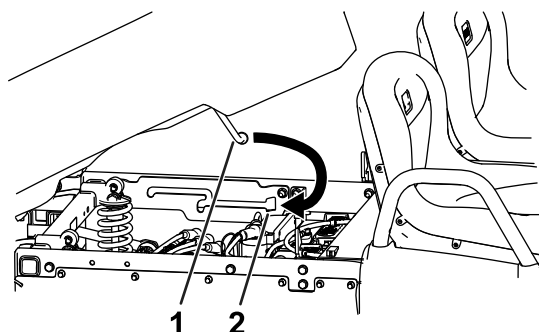

Рисунок 5
4. Отрегулируйте высоту и положение подъемного оборудования для совмещения короткой части опорной стойки с профилированным отверстием в конце паза опорной стойки в левом швеллере рамы или кронштейне опорной стойки (Рисунок 5).
5. Поверните опорную стойку вперед и вставьте короткую часть стойки в профилированное отверстие (Рисунок 5).